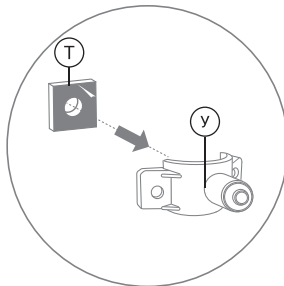

Рис. 27
- Приклейте прокладку (Т) (рис. 27) с внутренней стороны хомута (У), одновременно совмещая отверстие в прокладке с отверстием в штуцере хомута.